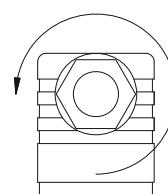

Abb. 9
- ↳ Lösen Sie die Kabelverschraubung ⑤ M16x1,5 (→ Abb. 9).